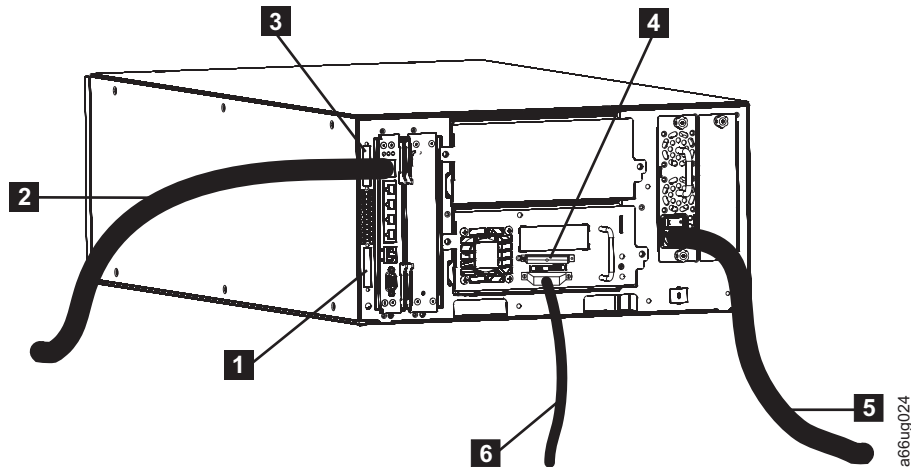

Abbildung 3-16. 5U-Kassettenarchiv mit einem einzigen SCSI-Laufwerk verkabeln
1. Installieren Sie den oberen Modul-DFV-Abschluss-Stecker (**3** in Abb. 3-16).
2. Installieren Sie den unteren Modul-DFV-Abschluss-Stecker (**1** in Abb. 3-16).
3. Schließen Sie ein Ende des vom Kunden gestellten Ethernet-Kabels (**2** in Abb. 3-16) an den Ethernet-Port des Kassettenarchiv-Steuers-Blares an. Schließen Sie dann das andere Ende des Kabels an das Netz an.
- Installieren Sie einen SCSI-Abschluss-Stecker (**4** in Abb. 3-16) in die obere Anschlussbuchse der einzelnen SCSI-Laufwerke im Kassettenarchiv.
- Schließen Sie ein Ende eines SCSI-Kabels (**6** in Abb. 3-16) an die untere Anschlussbuchse der einzelnen SCSI-Laufwerke an. Schließen Sie dann das andere Ende des Kabels an den Host an.
- Schließen Sie ein Ende des Netzkabels (**5** in Abb. 3-16 auf Seite 3-20) an die Anschlussbuchse eines Netzteils im Kassettenarchiv an. Schließen Sie dann das andere Ende des Kabels an den Versorgungsstromkreis an. Wiederholen Sie diesen Vorgang für alle Netzteile im Kassettenarchiv.